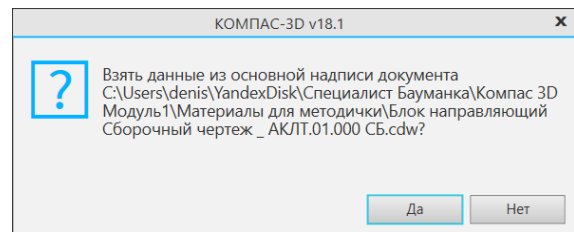

Рисунок 372 – Окно загрузки данных
- После выбора объекта система предложит взять данные из основной надписи документа. Это означает, что значение свойств Обозначение и Наименование документа передадутся в спецификацию и станут обозначением и наименованием базового объекта (Рисунок 372);